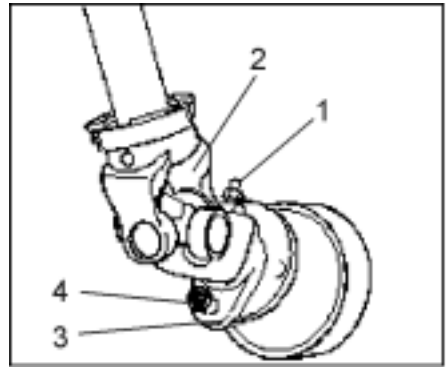

Fig. 10
- Schmiernippel (Fig. 10/1) lösen und Gelenkwelle (Fig. 10/2) aufstecken.
- Anschlußgabel (Fig. 10/3) mit Abscherschraube (Fig. 10/4) befestigen.
- Schmiernippel (Fig. 10/1) eindrehen.